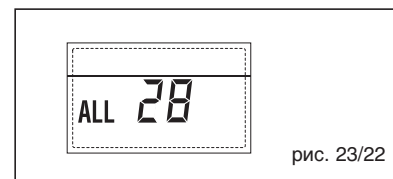

рис. 23/22
**– НЕПОЛАДКА КОЛИЧЕСТВА ПОДКЛЮЧЕННЫХ ПЛАТ “ТРЕВ 29” (рис. 23/23)**